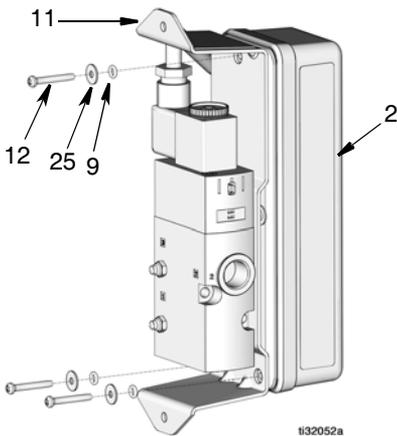

ABB. 39
8. PLS-Elektronikgehäuse (2) an der Halterung (11) ausrichten. O-Ringe (9), Scheiben (25) und Schrauben (12) zur Befestigung der Abdeckung am Gehäuse anbringen (ABB. 39).